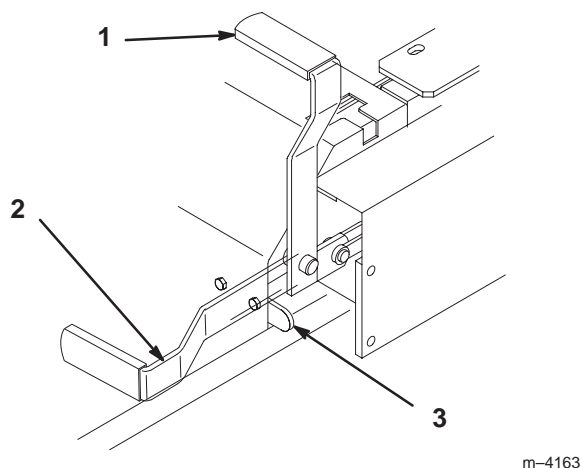

Figure 12
2. Tirez le frein de stationnement en arrière et vers le haut pour le serrer (Fig. 12). Une fois serré, le frein de stationnement ne doit plus bouger.
1. Poussez le levier du frein de stationnement vers l'avant et vers le bas (Fig. 12) afin de le desserrer. Le frein de stationnement est **desserré** et le levier est en appui contre la butée du frein.